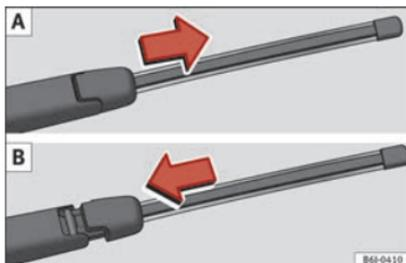

Fig. 73 Retirar e colocar a escova do limpa-vidros traseiro.
- Deslizar o adaptador da escova na direção da seta e retirar a escova »» **Fig. 73 A**.
- Posicionar a escova, tal como se indica na »» **Fig. 73 B** e deslizar o adaptador até que encaixe.